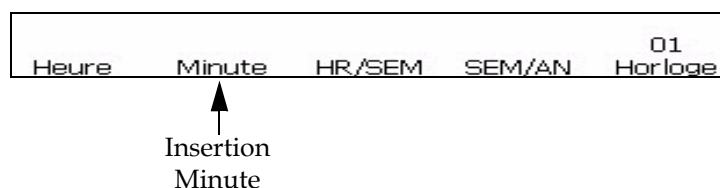

Figure 5-34: Fenêtre <01 Horloge>
- 1 Commencer dans la Fenêtre <01 Horloge> (01 Editer > 02 Editer - Insertions > 01 Insertion - Horloge > 01 Horloge). Voir Figure 5-34.